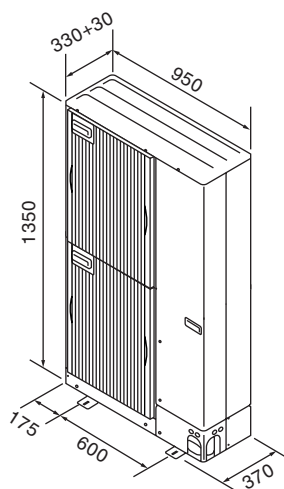

Fig. 3-1
3.3. Udvendige mål (Udendørs enhed) (Fig. 3-1)